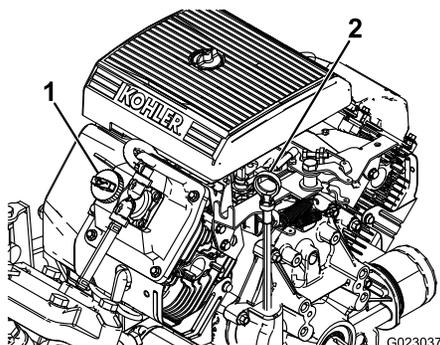

図 37
2. ディップスティックを抜きウェスで一度きれいに拭く **図 37**。ディップスティックを、チューブの根元までもう一度しっかりと差し込む。ディップスティックを引き抜いて油量を点検する。
3. オイルの量が不足している場合は、バルブカバーについている補給口のキャップ **図 37** を取り、ディップスティックの FULL マークまで補給する。補給するときはディップスティックで確認しながら少量ずつ入れる入れすぎないように注意してください
8. 所要量の約 80% のオイルを補給口から入れる **図 37**。